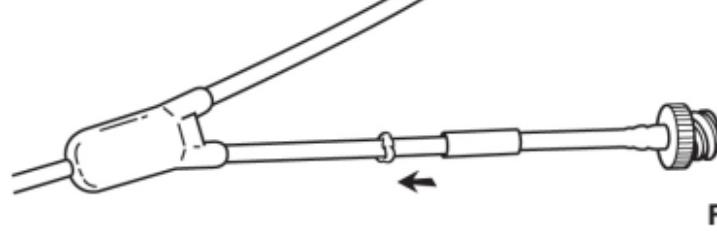

Fig. 14
5. Schieben Sie die Metallkanülen des Ersatzschlauchs ganz in den Katheterschenkel (Fig. 14).